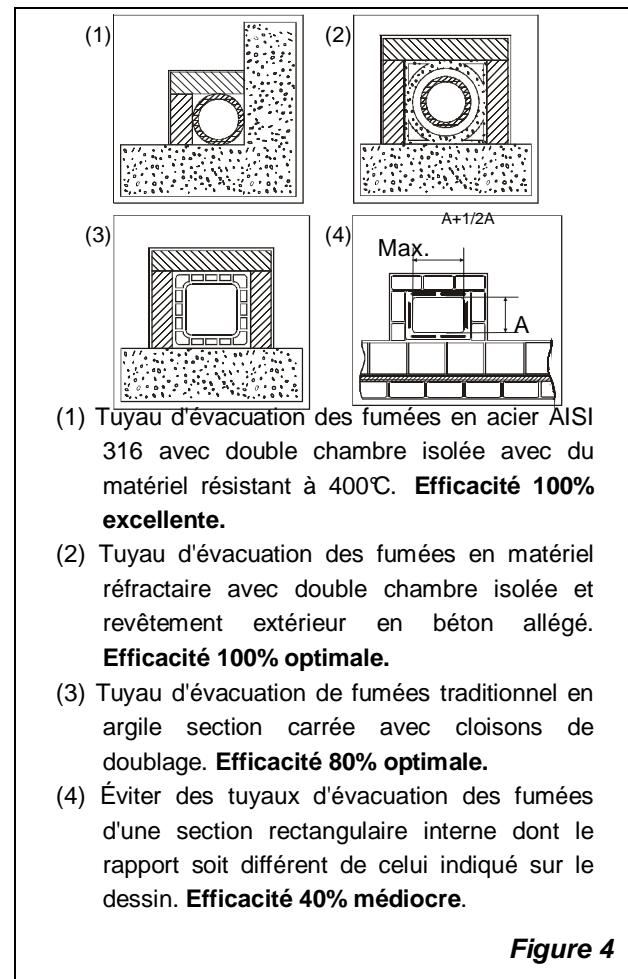

Figure 4
**Les matériaux suivants sont interdits** et nuisent au bon fonctionnement de l'appareil: fibrociment, acier galvanisé, surfaces internes rugueuses et poreuses. La Figure 4 reprend quelques exemples de solution.